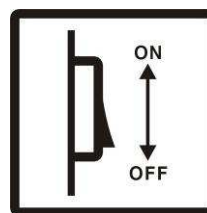

Fig 8
- Ligue a chave de fornecimento de energia presente do lado esquerdo do equipamento (Fig 8).